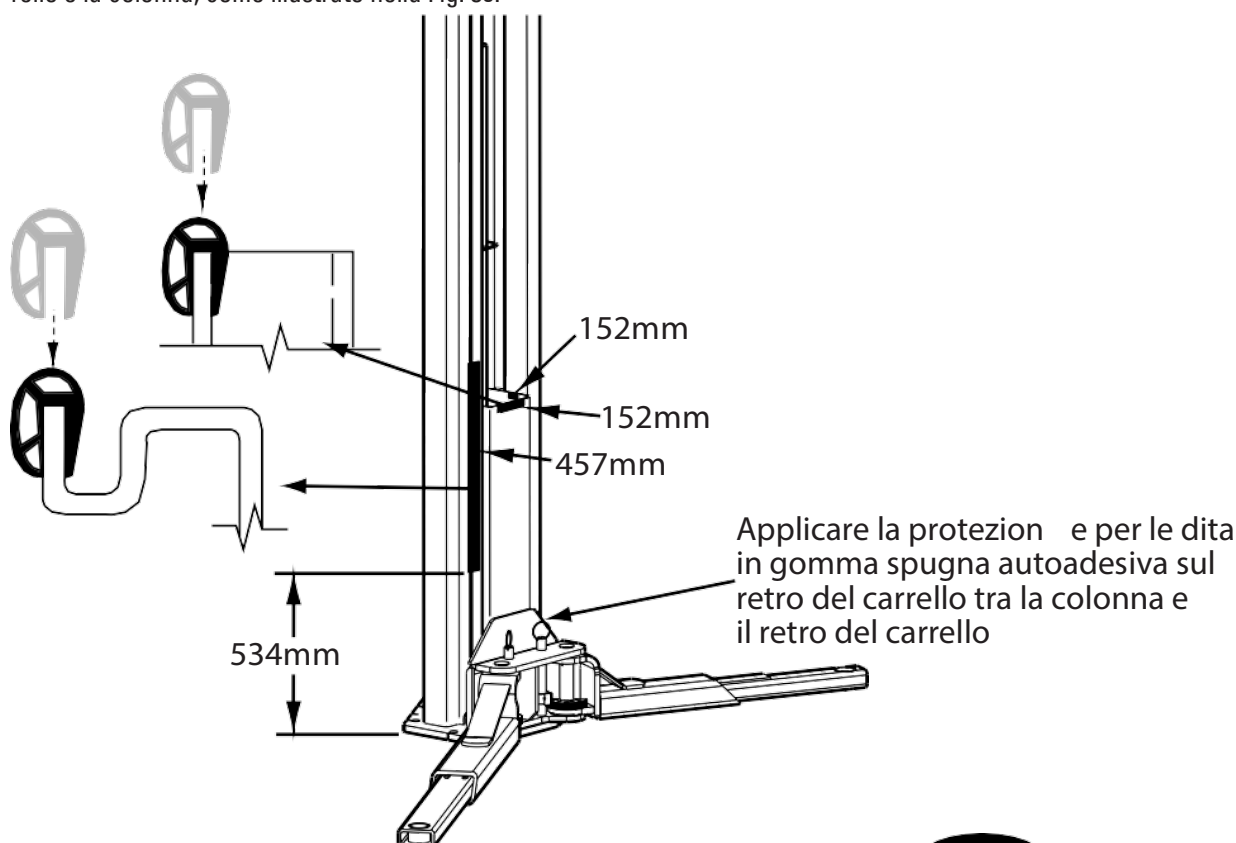

Fig. 35
1. Premere il paraurti da 457 mm sul bordo della colonna, Fig. 35.
2. Premere il paraurti da 152 mm sul bordo anteriore superiore e sul lato superiore del tubo del carrello, Fig. 35.
3. Premere il paraurti sul lato posteriore del carrello tra il carrello e la colonna, come illustrato nella Fig. 35.